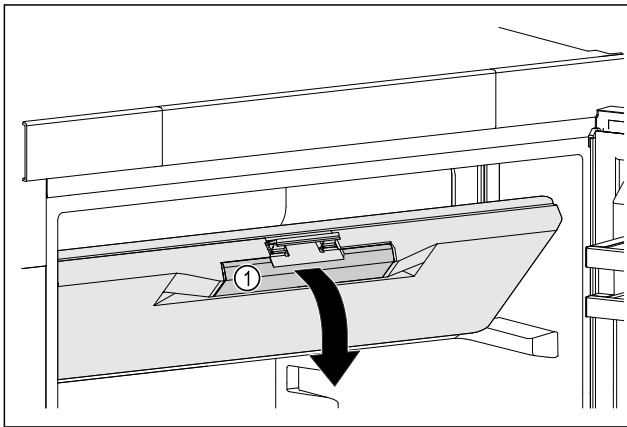

Fig. 48
► Хванете вратата на фризерното отделение за вдлъбнатия захват Fig. 48 (1).